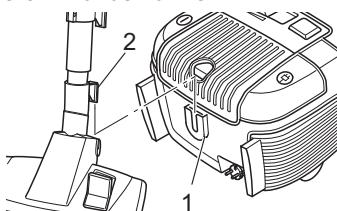

Abb. 16
- Zum **Aufbewahren**, oder bei Arbeitspausen können Sie die Parkhalterung (Abb. 16/1) verwenden, um den Parkhaken (Abb. 16/2) an der Bodendüse einzuhaken (Abb. 16).